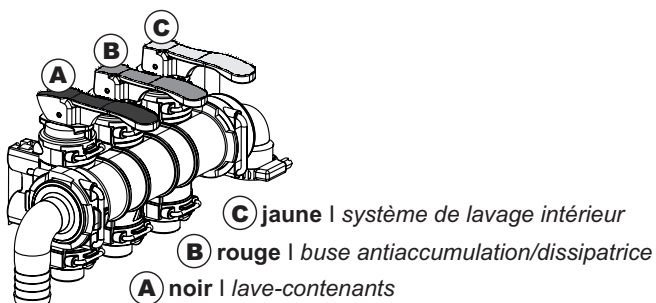

Fig. 5
- **COUVERCLE FERMÉ**, introduire environ cinq litres d'eau en déplaçant le levier jaune (C, Fig. 5);
- Tenez le contenant **FERMEMENT** et, actionnez la buse en déplaçant le levier noir (A, Fig. 5 + Fig. 6b) pour obtenir le lavage du contenant.
- Déplacez le **levier jaune C** à nouveau vers le haut (Fig. 5) pour verser de l'eau dans la quantité nécessaire au bon pré-mélange.
- Abaissez le **levier jaune C** (Fig. 5).
**Déplacez tous les leviers vers le haut (A, B et C, Fig. 5) : ce faisant toutes les buses commenceront à fonctionner pour le lavage des parois internes.**
À ce point, interrompez tout débit d'eau à l'intérieur du Mixer en abaissant **tous les leviers (A, B et C, Fig. 5).**